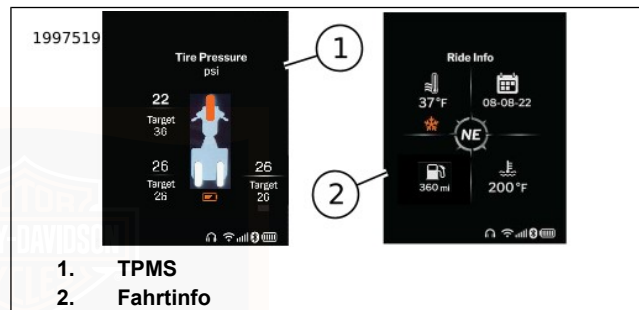

Abbildung 40. Widget-Optionen
Siehe Abbildung 40. **TPMS:** Das Reifendruck-Überwachungssystem (TPMS)-Widget (1) zeigt Reifendruckdaten für Vorder- und Hinterrreifen an. Die oberste Zahl, die für Vorder- und Hinterradreifen angezeigt wird, ist der tatsächlich gemessene Reifendruck. Der Sollwert zeigt den vom System aufgrund der Umgebungsbedingungen gewünschten Reifendruck an.